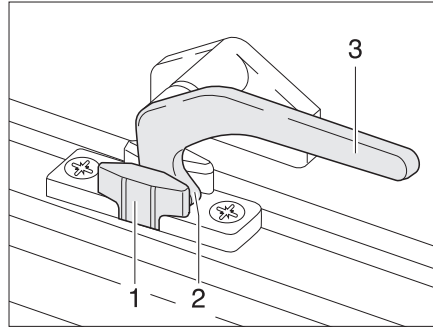

Fig. 62 Palanca de bloqueo en la posición de "ventilación continua"
- En la posición "ventilación continua" (Fig. 62)
- Girar la palanca de bloqueo (Fig. 62,3) un cuarto de vuelta hacia la mitad de la ventana.
- Girar la palanca de bloqueo un cuarto de vuelta hacia el marco de la ventana. El saliente de bloqueo (Fig. 62,2) se ha de introducir para ello en el rebaje del bloqueo de la ventana (Fig. 62,1).